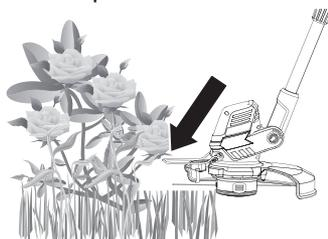

Fig. 26
- > Ce coupe-herbe est équipé d'un étrier qui, une fois abaissé, permet de tenir les fleurs à distance du fil de coupe et ainsi d'éviter de les couper (Fig. 26). L'étrier est un indicateur de la portée maximale du fil de coupe.